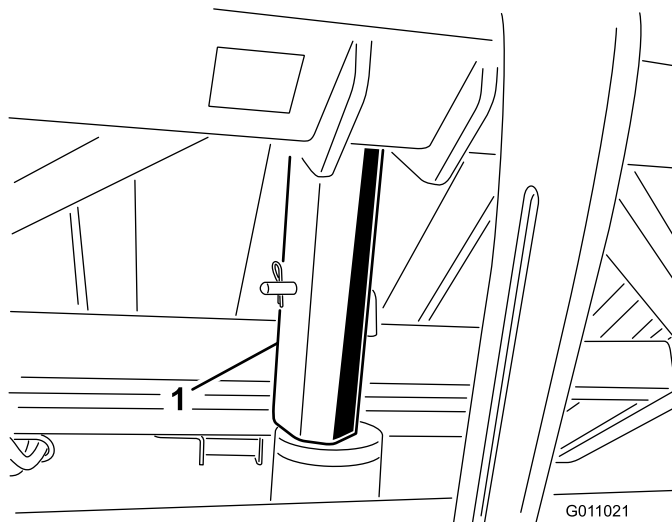

Figure 26
3. Insérez le support de sécurité de la trémie sur la tige du vérin, en prenant soin d'appuyer l'extrémité du support contre le corps du vérin et l'extrémité de la tige du vérin (Figure 26).